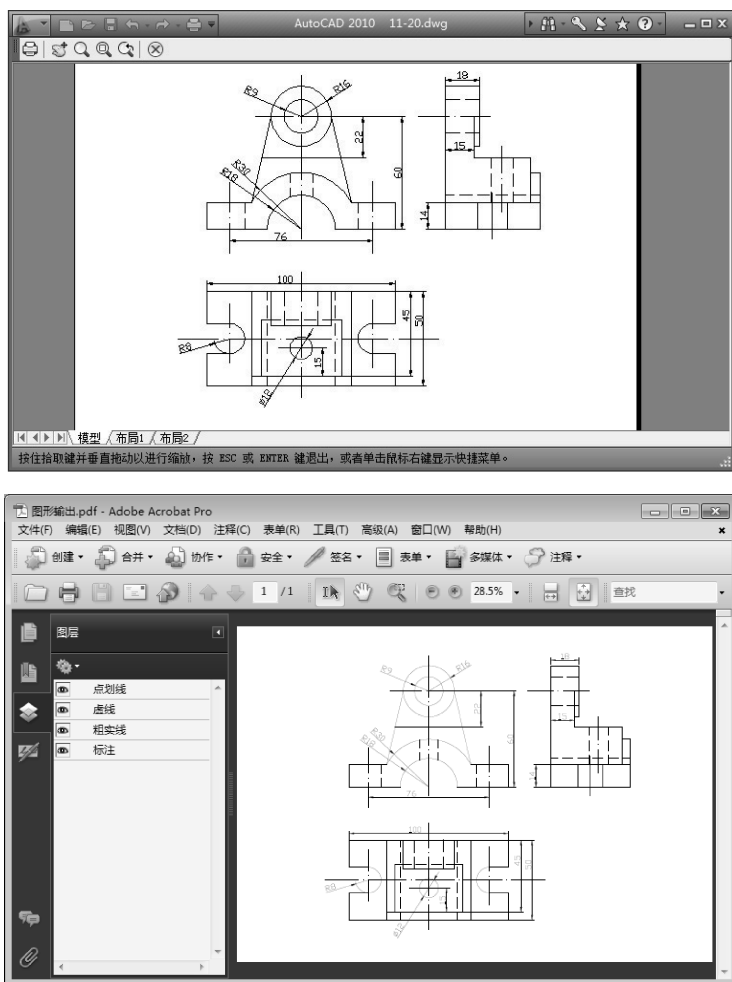

图 7-24 输出 PDF 文件
- 5) 利用前面所学知识, 绘制一个零件图, 并根据本章所学内容, 通过图纸空间对图形文件进行页面设置, 将其输出为 Adobe PDF 文件并保存至指定位置, 如图 7-24 所示。